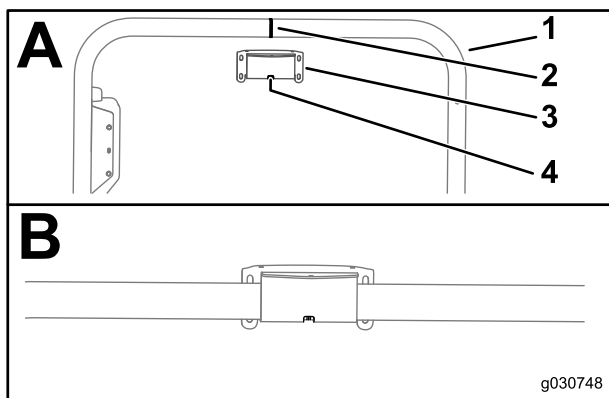

Figura 148
- 1. Allineate l'intaglio che si trova al centro del supporto del ricevitore con la saldatura nella linea centrale del tubo del ROPS (Figura 148).